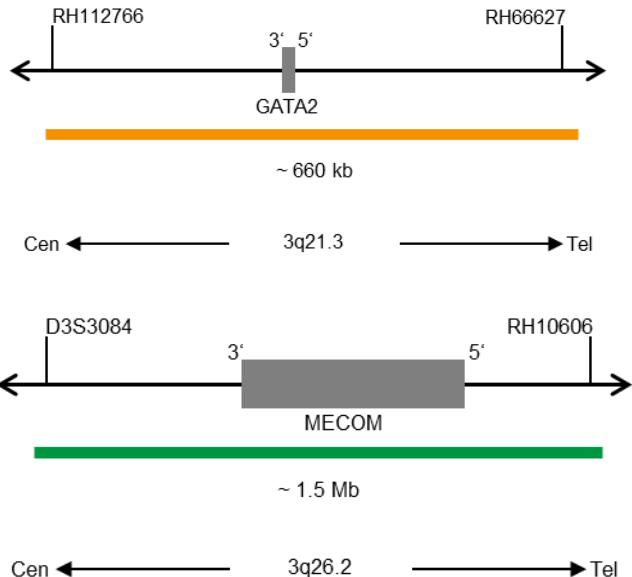

Fig. 1 Cima: SPEC GATA2 Mapa da sonda; Baixo: SPEC MECOM Mapa da sonda (sem escala)
- Polinucleótidos (~6 ng/μl) com marcação ZyOrange (excitação 547 nm/emissão 572 nm), dirigidos ao mapeamento de sequências alvo em 3q21.3\* (chr3:127,902,316-128,564,215) contendo o gene GATA2 (ver Fig. 1).
- Polinucleótidos (~12 ng/μl) com marcação ZyGreen (excitação 503 nm/emissão 528 nm), dirigidos ao mapeamento de sequências alvo em 3q26.2\* (chr3:168,249,484-169,743,447) contendo o gene MECOM (ver Fig. 1).